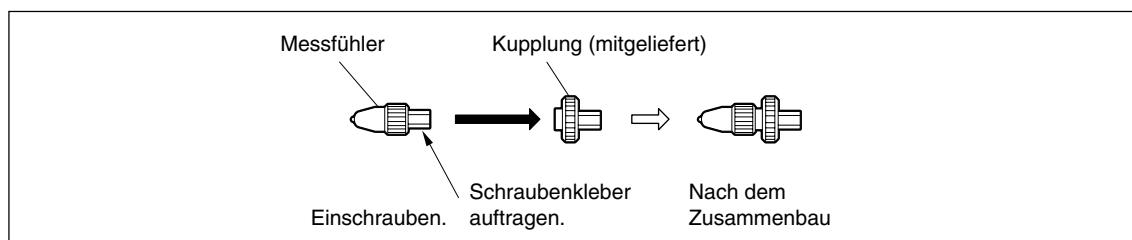

Abb. 3 Zusammenbau des Messführers
1. Nehmen Sie den Messfühler vom Messtaster ab, und schrauben Sie ihn auf die mitgelieferte Kupplung (Abb. 3).